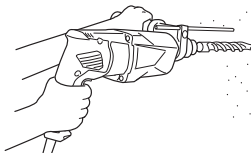

Fig. 8
- Presionar el interruptor de gatillo después de poner la punta de la broca en la posición para taladrar. (Fig. 8)
Cuando la broca toque una barra de hierro de construcción se detendrá inmediatamente y el martillo perforador tenderá a girar. Por lo tanto, sujetar el mango lateral y sostenerlo firmemente como se ilustra en la Fig. 8.